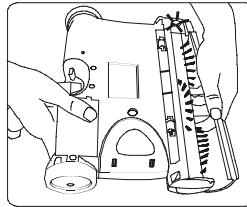

Fig. 8
4. De vez en cuando, quite la cubierta del cepillo del frente de la barredora y saque la acumulación de pelusa, pelos o fibras del cepillo giratorio. Para quitar la cubierta, agárrala por debajo, tire hacia fuera y hacia arriba hasta que se desenganche de las ranuras laterales y de las pestañas de la parte superior. (Fig. 8).